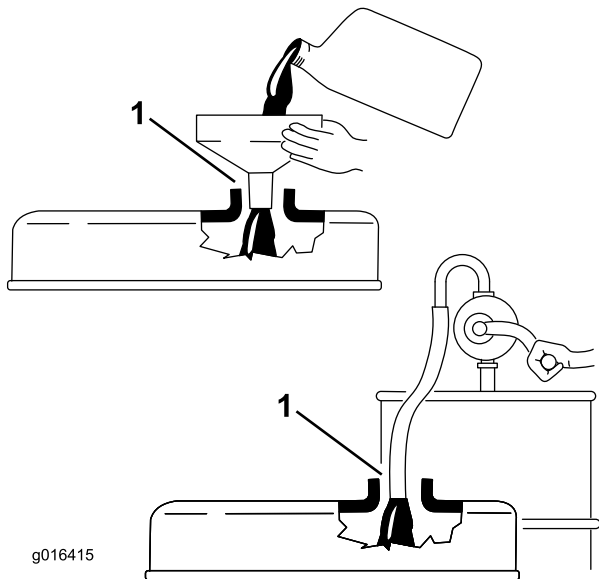

図 22
**重要** エンジン・オイルを補給するときには、ディップスティックを抜いておいてください。Wエンジン・オイルを補給する時には、補給口とジョウゴなどの間に **必ず** 図 22 に示すようなすき間が必要です。これは補給の際に通気を確保し、オイルがブリーザ内部に侵入しないようにするためです。